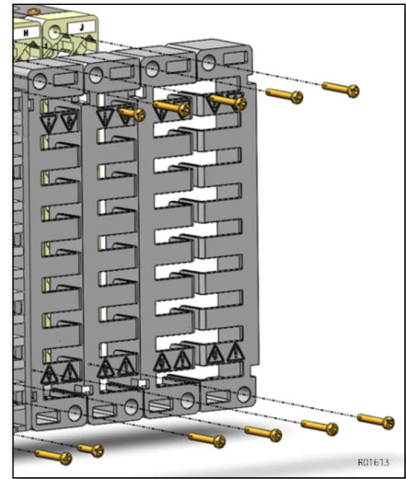

fig. 4
2. Remove and discard 2 x terminal block fixing screws aligned with fixing holes in the GN6051 shield (shown in fig. 4), carefully position the GN6051 making sure not to damage cable insulation.
**i** A cover panel does not need to be fitted between GN6051 shields, as ingress protection integrity is maintained by adjacent shields. GN6051 shields may be fitted with slot apertures in either orientation, so side cover panels do not need to be fitted - see fig. 4.
2. Retirer et jeter les 2 vis de fixation du bornier alignées sur les orifices de fixation de la protection GN6051 (présentés dans la fig. 4), positionner soigneusement la GN6051 en vous assurant de ne pas endommager l'isolant du câble.
**i** Il n'est pas nécessaire de monter un panneau de protection entre les protections GN6051, car l'intégrité de l'indice de protection est préservée par les protections adjacentes. Les protections GN6051 peuvent être montées dans les fentes dans n'importe quelle orientation, ainsi les panneaux de protection latéraux n'ont pas besoin d'être montés - voir fig. 4.
2. Entfernen und entsorgen Sie 2 Befestigungsschrauben der Klemmenleiste, die auf die Befestigungsbohrungen in der GN6051-Abschirmung ausgerichtet sind (dargestellt in fig. 4.), positionieren Sie GN6051 sorgfältig, so dass die Kabelisolierung nicht beschädigt wird.
**(i)** Die Abdeckplatte braucht zwischen den Abschirmungen GN6051 nicht angebracht werden, da die IP-Schutzfestigkeit durch benachbarte Abschirmungen gewährleistet ist. GN6051 Abschirmungen können in jede Richtung mit Schlitzöffnungen versehen werden, so dass Seitenabdeckungen nicht angebracht werden müssen - siehe fig. 4.
- Quite y deseche 2 tornillos de fijación del bloque de terminales alineados con los orificios de fijación del protector GN6051 (mostrado en la fig. 4), coloque cuidadosamente el GN6051 asegurándose de no dañar el aislamiento del cable.
**i** No es necesario instalar un panel de cubierta entre protectores GN6051, ya que la integridad de la protección contra ingreso se mantiene mediante los protectores adyacentes. Los protectores GN6051 pueden instalarse con las aperturas de las ranuras en cualquier orientación, por lo que no es necesario instalar paneles de cubierta lateral; consulte la fig. 4.